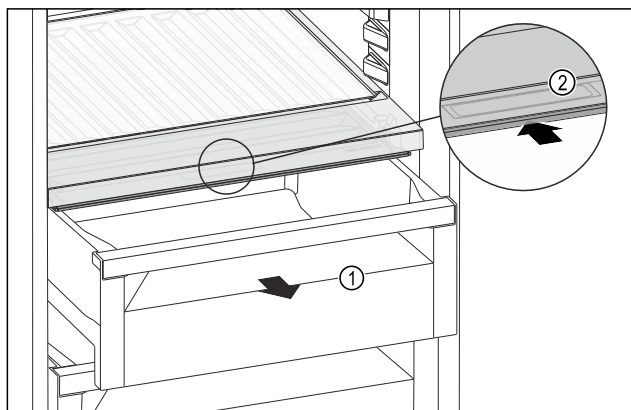

Fig. 211
- ▶ 拉出抽屉 Fig. 211 (1)。
- ▶ 抓住抽屉盖上的内嵌式拉手 Fig. 211 (2)，并同时向后推入抽屉盖。